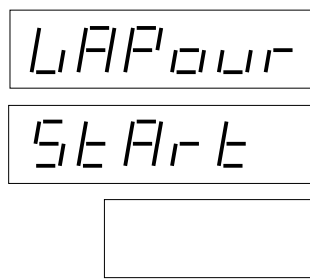
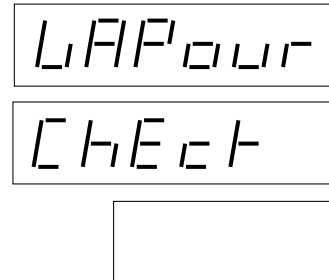

Рис. 23 Режим, из которого запускается калибровка отсасывания
Рис. 24 Режим, из которого запускается контроль отсасывания
5. При нажатии клавиши „0“ подтвердится текущее отображаемое значение параметра и осуществится переход к следующему параметру. После достижения последнего параметра в строке объема отобразится текст „Start“ см. рис. 23. При последующем нажатии клавиши „0“ в строке объема отобразится текст „Check“ см. рис. 24. При повторном нажатии клавиши „0“ осуществится переход к первому параметру.
6. Непосредственная калибровка отсасывания начнется снятием пистолета на стороне колонки, на которой должна быть произведена калибровка, в режиме, в котором отображается „Start“ см. рис.23.
8. После калибровки отсасывания на соответствующей стороне колонки можно проверить отсасывание на остальных пистолетах, сняв пистолет в режиме, когда отображается „Check“ см. рис. 24.
3. С помощью клавиши „R“ на KL-MANINF выберите функцию контроля отсасывания. На дисплее отобразится текст Vapour Check, см. рис. 24.